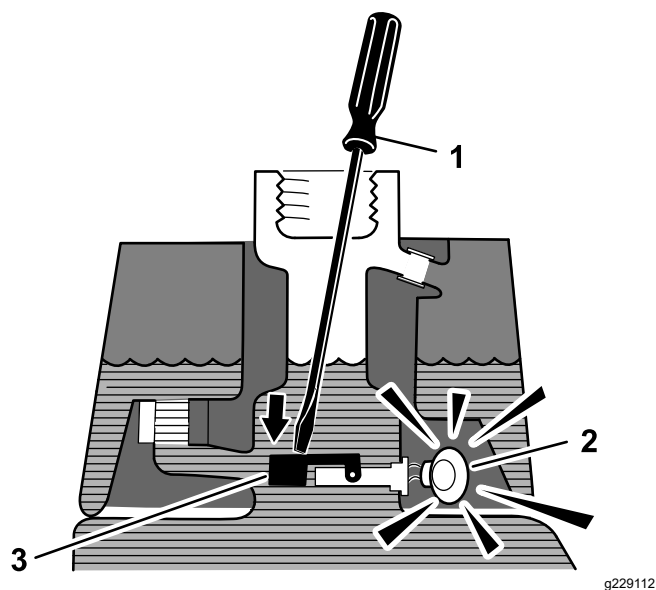

Figura 51
- Insira uma barra ou uma chave de parafusos limpa no bocal do depósito e empurre com cuidado o comutador (**Figura 51**) para baixo. O alarme deverá ser ativado ao fim do período de desfasamento de um segundo.